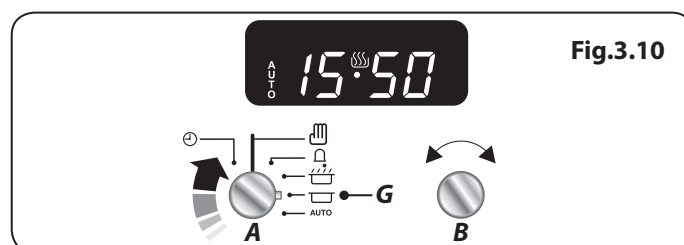

Fig.3.10
2. Tournez le bouton de la minuterie (A) sur le réglage Heure d'arrêt (G) (**Fig.3.10**). L'affichage indique alors l'heure actuelle plus le temps de cuisson que vous avez sélectionné.